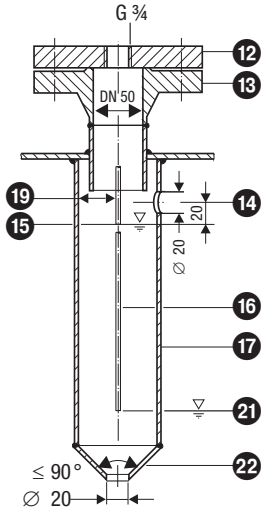

Fig. 5 Tubo protector (a cargo del cliente) para montaje en el interior
- Un transmisor de nivel NRG 26-1 puede montarse junto con un electrodo de nivel GESTRA para la limitación del nivel de agua o para una alarma de nivel alto de agua en un tubo protector común o en un recipiente de medición común (diámetro interior 100 mm). **Fig. 5 - 8.** Para un montaje en el interior, la distancia mínima entre el electrodo de nivel para la limitación del nivel de agua y el orificio de compensación debe ser de 40 mm.